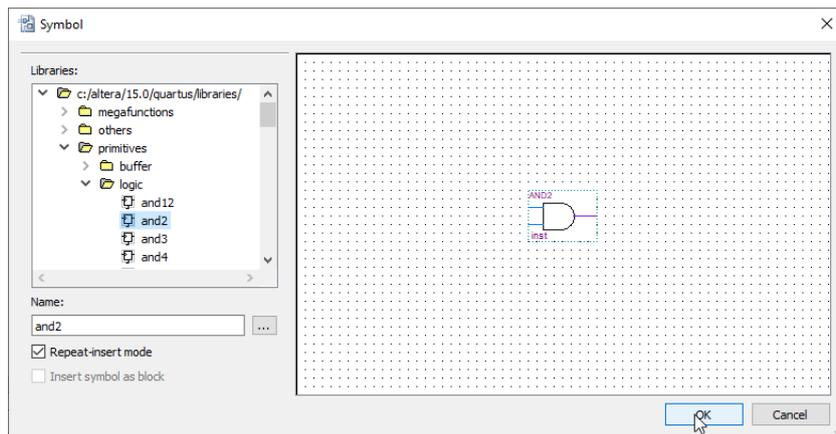

Figura 23: Prévia do símbolo escolhido para esquemático
3. Na pasta **logic**. Selecionar a primitiva **and2**. Uma réplica do símbolo aparece na caixa de diálogo (Figura 23). Clique em **Ok**